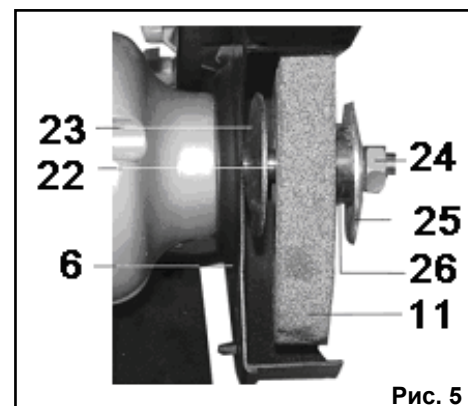

Рис. 5
11.1. Для замены шлифовального круга (11), Рис.5, необходимо:
- отключить шнур питания (13) от розетки